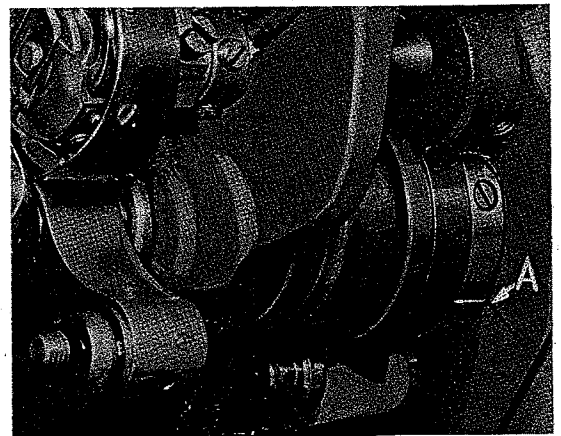

Fig. 25
y dese vuelta a la rueda de mano hasta que la barra de la aguja este arriba del recorrido. La línea de regulación de la excéntrica impulsora del avance deberá estar en línea con la marca en la pared de la pieza de fundición (A, Fig. 25).
5. Sujétense firmemente la rueda de mano y gírese el eje principal inferior hasta que la marca de regulación en la excéntrica impulsora del avance ajustable y la marca en la pared de la pieza de fundición estén alineadas (A, Fig. 25).